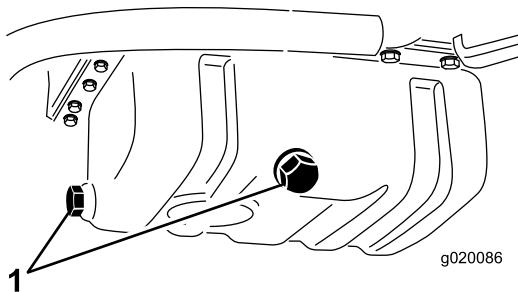

Figura 55
2. Togliete un tappo di spurgo (Figura 55) e lasciate defluire l'olio in una bacinella. Quando l'olio cessa di defluire, montate il tappo di spurgo.